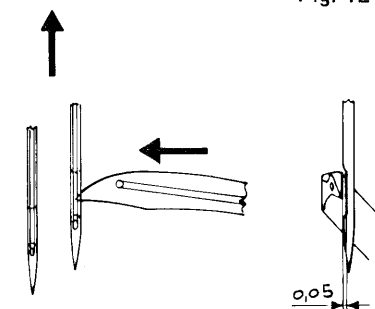
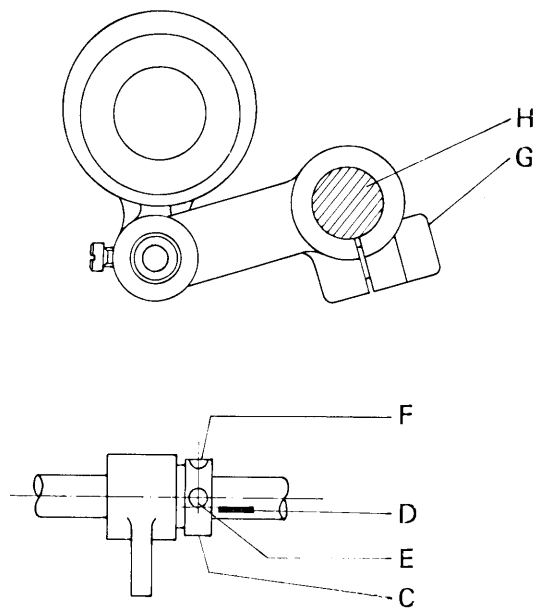

Fig. 14
Fig. 15
2. Per ottenere la quota 0,05 (fig. 14) che rappresenta la distanza fra la punta del crochet e l'incavo dell'ago durante la sua corsa da destra a sinistra allentare la vite G (fig. 15) e registrare facendo ruotare l'albero H.
4. Gli aghi nella loro discesa devono entrare in contatto con il dorso della lama del crochet flettendo. Per ottenere questa condizione è necessario che il prolungamento ideale della tacca di riferimento D (fig. 15), incisa sull'albero principale, risulti tangente al diametro esterno della vite E.
2. To obtain distance 0.05 mm. (fig. 14) which represents the distance between the point of the looper and the needle notch during its stroke from right to left, slacken screw G (fig. 15) and adjust by turning shaft H.
4. In their downward stroke the needles must come into contact with the back of the looper blade, bending slightly. To obtain this condition an imaginary line extending from reference notch D (fig. 15) on main shaft would have to be at a tangent to the external diameter of screw E.
**Attenzione** - in caso di sbloccaggio delle viti E ed F (fig. 15), per ottenere le condizioni di cui sopra, la faccia esterna dell'eccentrico C deve sfiorare l'estremità della tacca di riferimento D.
**Attention:** If screws E and F (fig. 15) are undone, in order to obtain the above conditions the external plane of eccentric C must just graze the extremity of reference notch D.